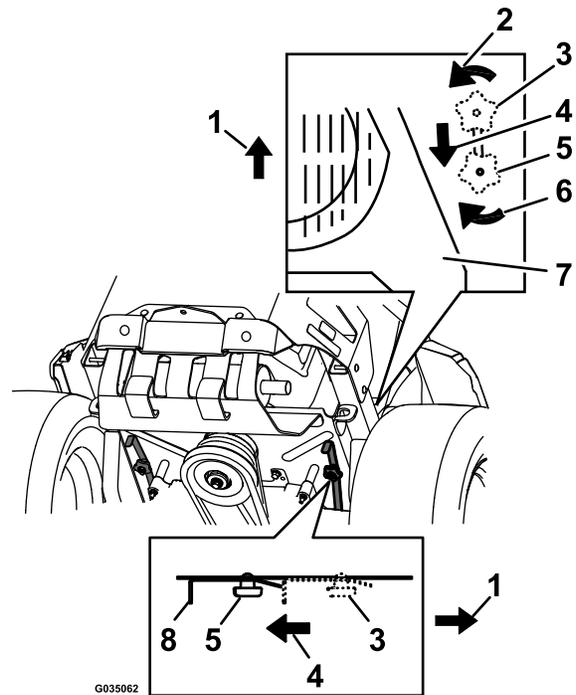

Рисунок 33
4. Щоб штовхнути пристрій, пересуньте обидві важелі обходу назад і зафіксуйте їх на місці (Рисунок 33).
6. Щоб запустити пристрій, пересуньте обидві важелі обходу ВПЕРЕД і зафіксуйте їх на місці (Рисунок 33).